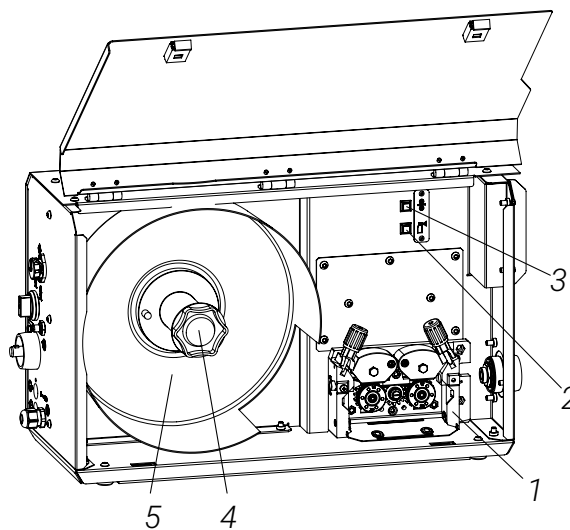

Рис. 3 – Элементы УПП: 1 – механизм подачи проволоки, 2 – кнопка теста газа, 3 – кнопка протяжки проволоки, 4 – держатель катушки, 5 – защитный кожух катушки.
- 1 Продеть кабель-пакет через хомут (6 на Рис. 3);